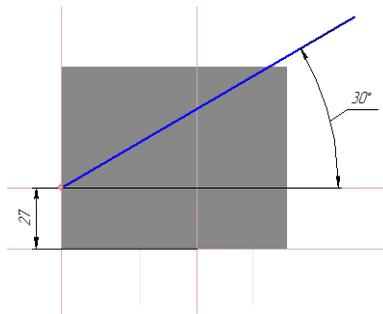

Рис. 4
8.5 Слева, в инструментальной панели **Геометрия** , выбрать команду **Отрезок** , в **Панели свойств** задать  **Длина** **150.0** **Enter**,  **Угол** **30.0** **Enter**, и зафиксировать **Секущую плоскость** щелчком мыши в точке пресечения горизонтальной и вертикальной прямых (см. рис. 4).